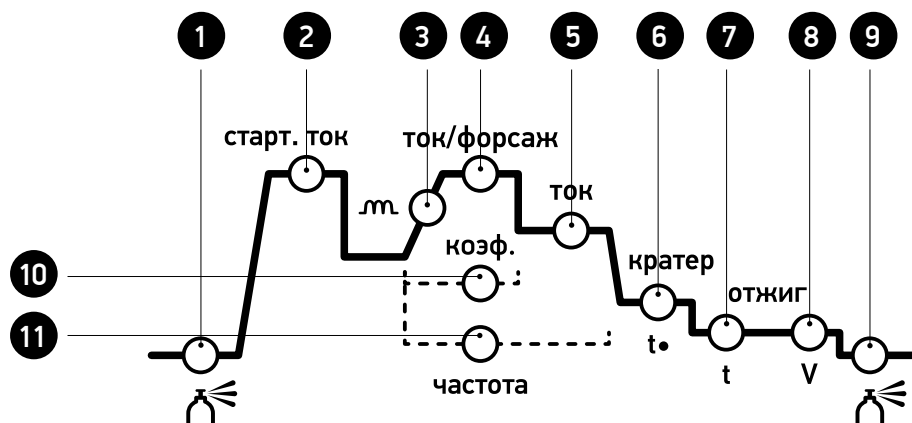

Рис. 4.2
- 14 Циклограмма процесса сварки рис. 4.2.